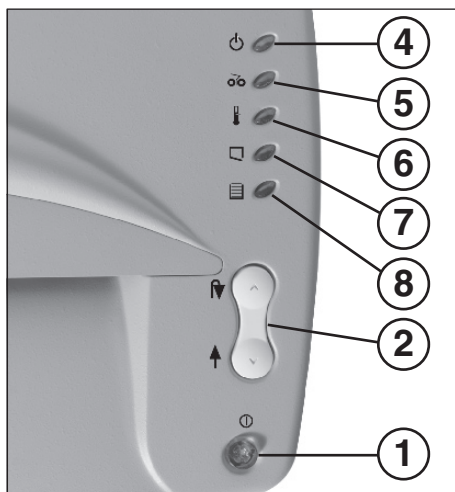

Fig. 1
- 1 = Pulsante „Pronto funzione“ (Fig. 1)**
- 2 = Pulsante a scorrimento (Fig. 1) (avanti / indietro)**
- 4 = Spia di controllo „Pronto funzione“ (Fig. 1)**
- 5 = Spia di controllo „inceppamento del materiale“ (Fig. 1)**
- 6 = Spia di controllo „Sovraccarico motore“ (Fig. 1)**
- 7 = Spia di controllo „Portello aperto“ (Fig. 1)**
- 8 = Spia di controllo „Contenitore colmo“ (Fig. 1)**
- Innestare la macchina premendo il pulsante (1) (Fig. 1). La spia di controllo (4) (Fig. 1) si accende.
Avvertenza: se si vogliono trinciare pellicole trasparenti, la macchina deve essere inserita a mano su modalità di scorrimento in avanti (inserire pulsante a scorrimento (1) (Fig. 1) in posizione „↑“).
Se il contenitore di raccolta è pieno, la macchina si disinnesta. La spia di controllo (8) (Fig. 1) si accende.
- Aprire il portello. La spia di controllo (7) (Fig. 1) si accende.
- Introdurre il sacco vuoto e chiudere il portello. La spia di controllo (7) (fig. 1) si spegne.
Assicurarsi che durante la notte l'apparecchio sia sempre disinserito (pulsante (1) (fig. 1)).